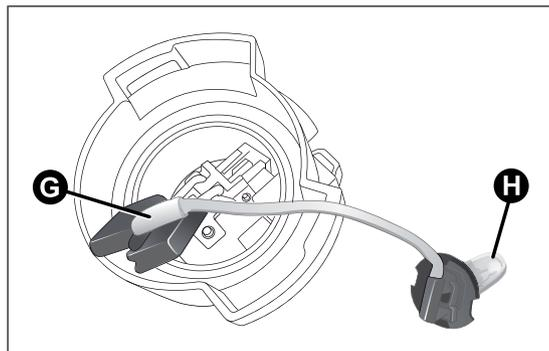

fig. 138
- ❑ sganciare il connettore G fig. 138 e sostituire la lampada H;